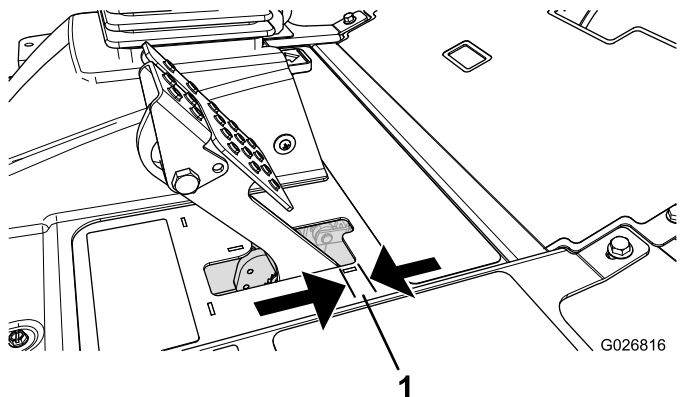

Bild 84
Stellen Sie die Bremsen ein, wenn das Bremspedal mehr als 2,5 cm Spiel hat, oder wenn die Bremsen nicht mehr gut genug greifen (Bild 84). Als Spiel gilt die Entfernung, die das Bremspedal zurücklegt, bevor ein Bremswiderstand spürbar ist.
2. Ziehen Sie die hintere Mutter an, um den Zug nach hinten zu bewegen, bis die Bremspedale ein Spiel zwischen 6,3 mm und 12,7 mm haben, bevor die Radsperre auftritt (Bild 84).